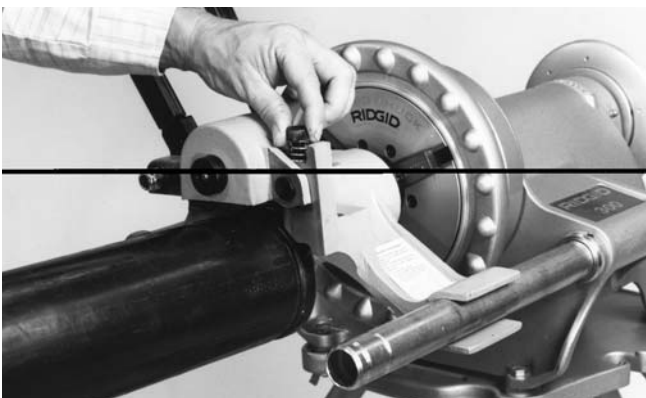

Figura 11 – Apriete el tornillo de regulación de la profundidad
3. Retroceda el tornillo de regulación de la profundidad el número de vueltas indicado en la *Tabla B*. (Figura 11)